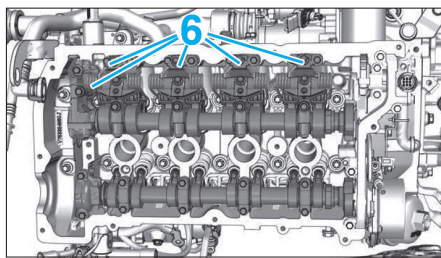

FIG. 63
! Toute intervention sur l'ensemble (6) (Fig.63) est proscrite, (risque important de blessure).